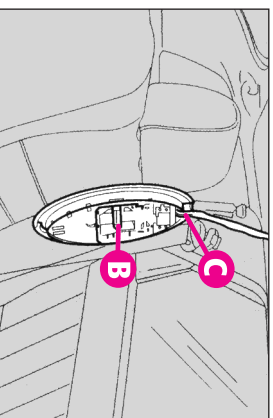

fig.57
-Înlocuiți becul (B-fig. 57) eliberându-l din legăturile laterale și asigurându-vă că noul bec se fixează corect între aceste legături.
-repoziționați corect unitatea de iluminare introducând întâi partea cu conectorul electric (C-fig. 57), apoi apăsând cealaltă parte până când dispozitivul de fixare face clic.